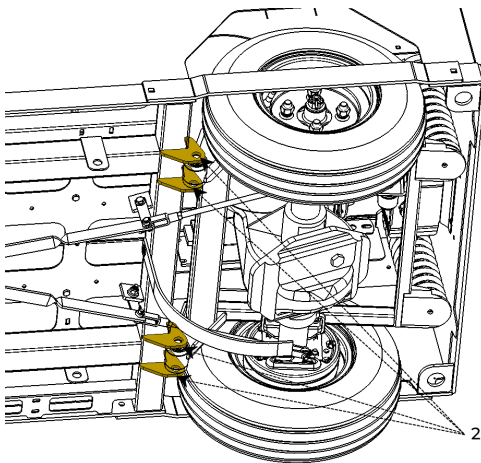

Figure 30. Supports de montage des suspensions arrière.
- Les Supports de montage des suspensions arrière (2) (voir Figure 30).